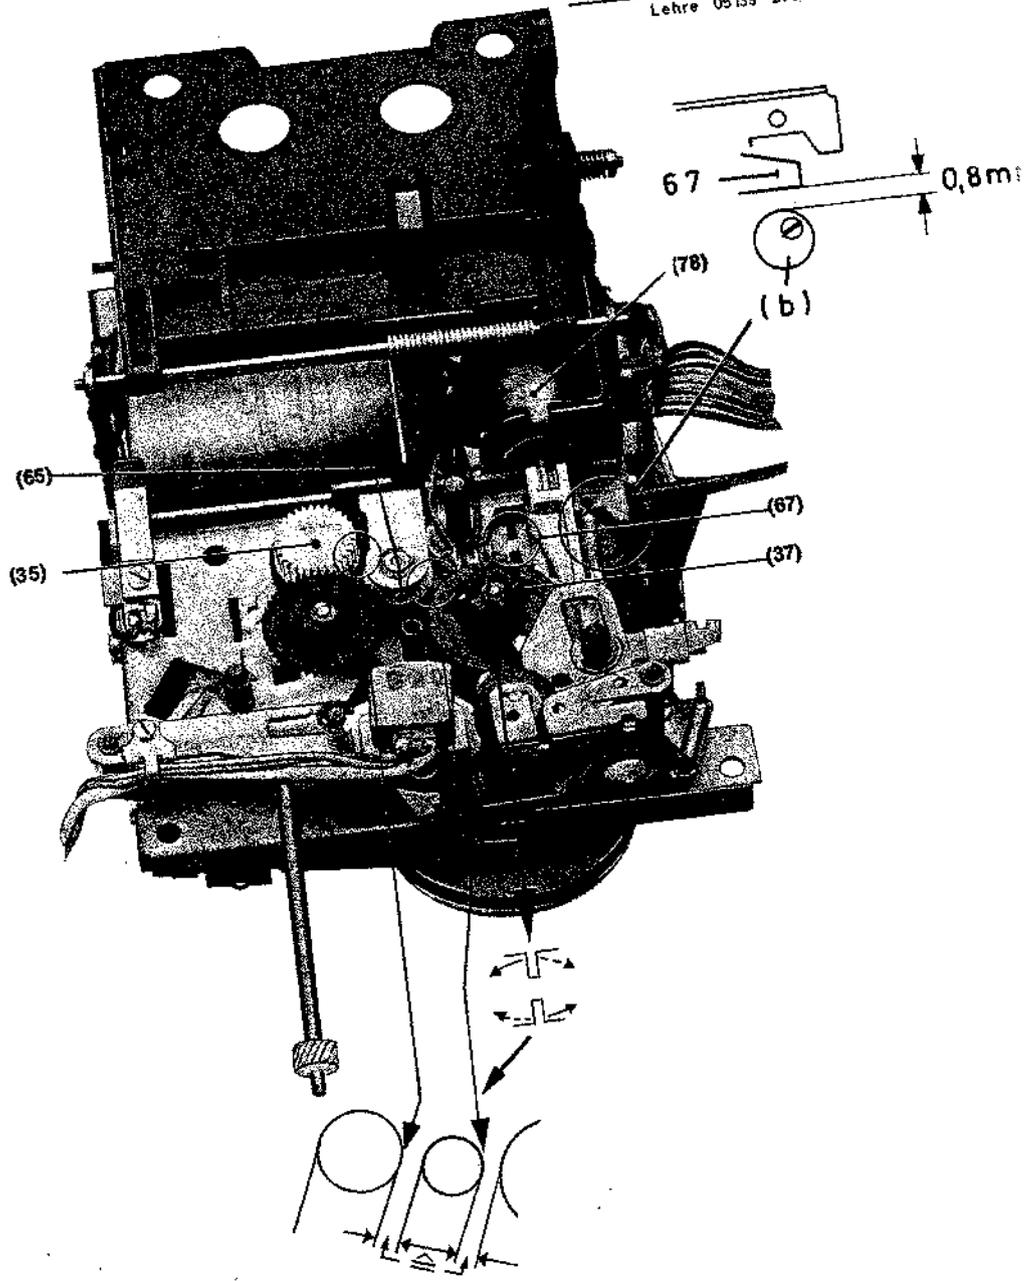

Bild 13
- 4.4.2. Justage: Die Justage erfolgt durch Biegen am Gestänge (Bild 13) mittels Justierschlüssels.
- 4.5.3. Sodann ist der Exzenter (b) soweit zu verdrehen (Bild 13), bis er ca. 0,5 mm - 0,8 mm von seiner Anlagefläche am Lagerbügel (67) abhebt. (Dabei ist zu beachten, daß der hohe Punkt des Exzentrers ins Geräteinnere zeigt.)